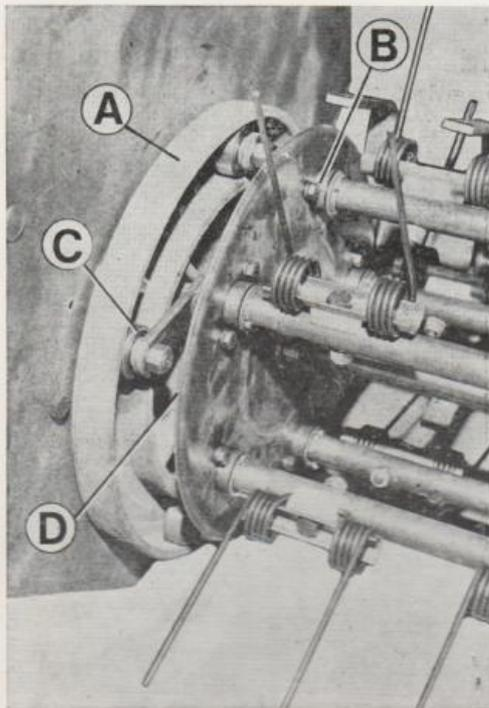

Fig. 1
- Les rouleaux et les supports des tubes porte-ressorts du ramasseur (huiler les rouleaux par le trou fait exprès, pratiqué sur la partie latérale du ramasseur) (Voir fig. 1);
- Support droit du ramasseur (voir fig. 1);